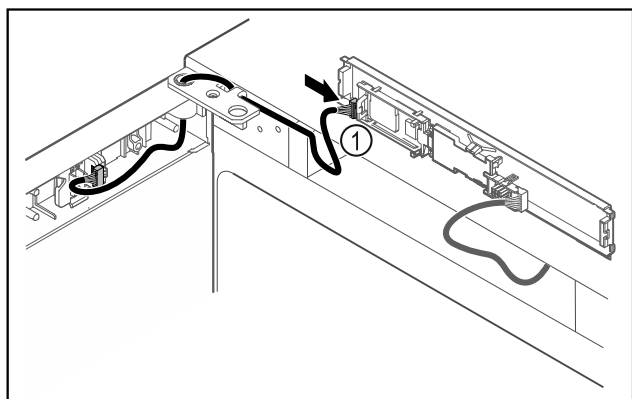

Fig. 44
- Sätt i kontakten Fig. 44 (1) på kretskortet.